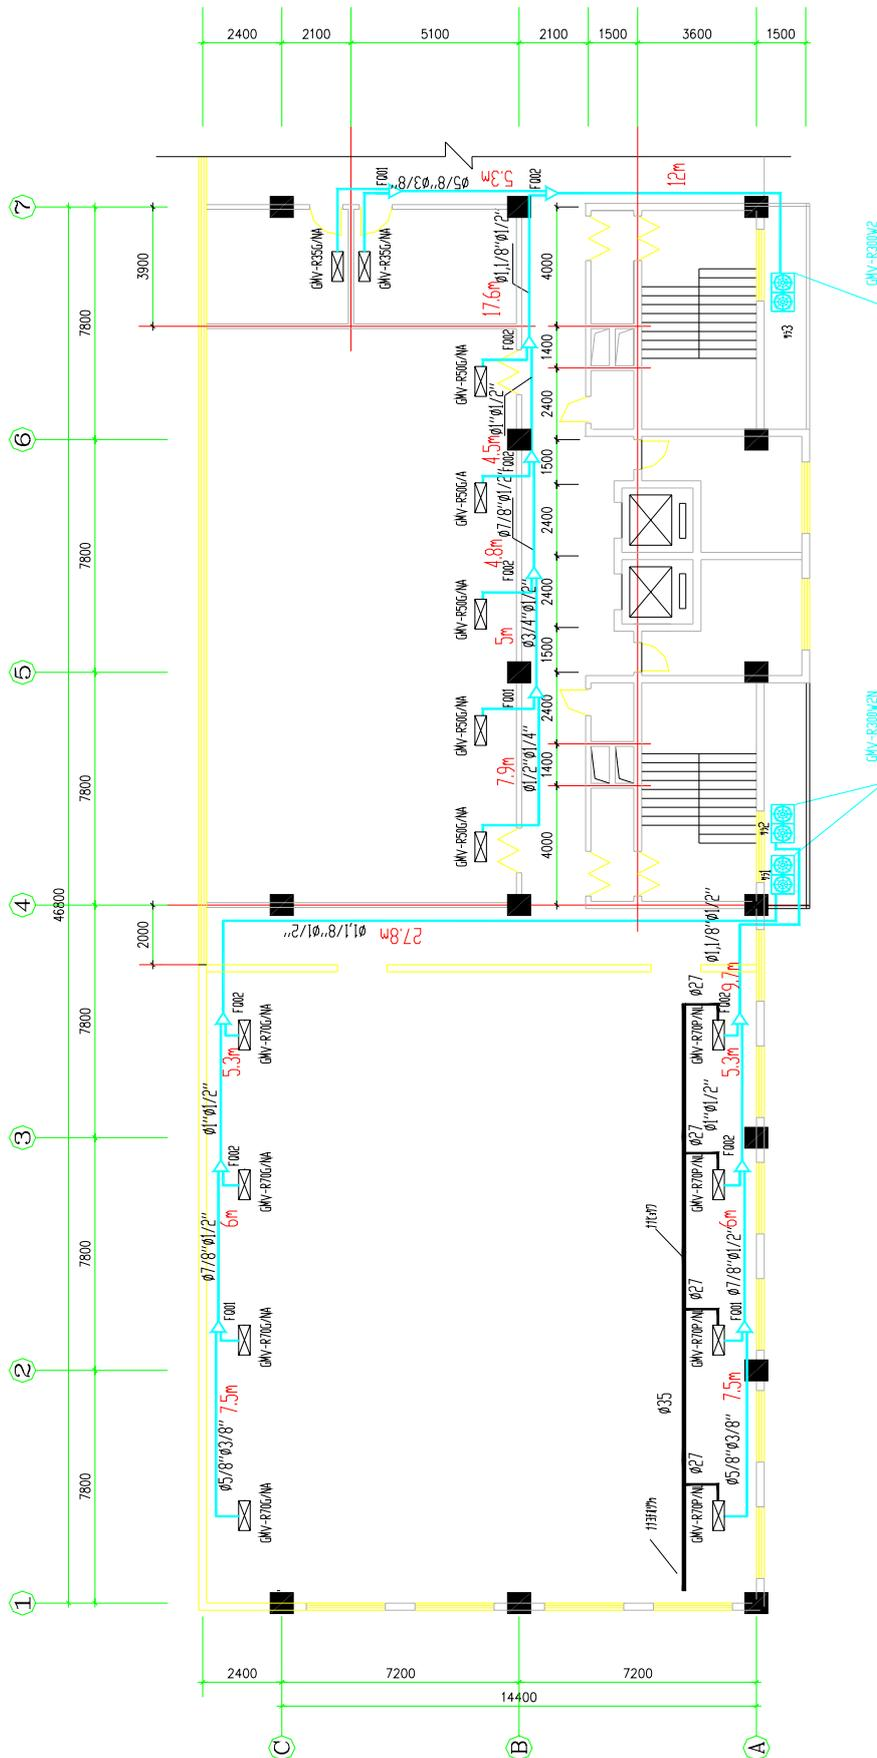

Рис.5.5-Схема размещения блоков и прокладки фреоновой трассы и дренажного трубопровода системы на плане здания
5.5.7 Пример схемы размещения блоков, прокладки фреоновой трассы и дренажного трубопровода системы на плане здания (рис.5.5)